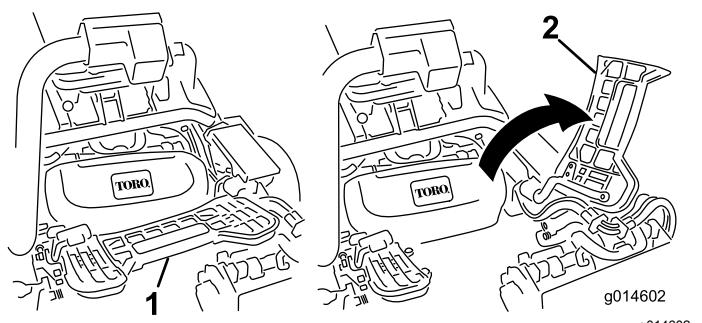

Bild 43
1. Heben Sie die Fußplattform an und schwenken sie in die geöffnete Stellung, um die Stellung der mittleren Schneideeinheit zugänglich zu machen (Bild 43).